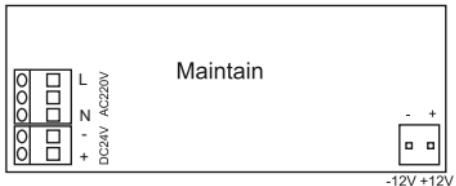

Рисунок 4
4.13 Подключение светильника ДПА 5032-3, ДПА 5043-3 к питающей сети переменного тока 230 В производить к контактам клеммной колодки XT1 (рисунок 4), расположенной на плате управления, согласно маркировке: (L) фазный проводник, (N) нейтральный проводник сети.